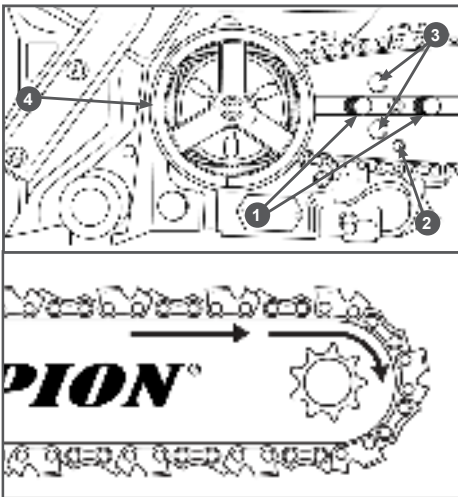

Рис. 3 Установка пильной цепи
- Установите пильную цепь как показано на Рис. 3. При установке цепи следите за тем, чтобы режущая кромка зуба была расположена вперед по ходу движения цепи, т.е. по часовой стрелке. Поместите цепь на зубцы цепного колеса, расположенного позади муфты сцепления 4 (Рис. 3). Удостоверьтесь в правильном положении цепи на цепном колесе (Рис. 3).